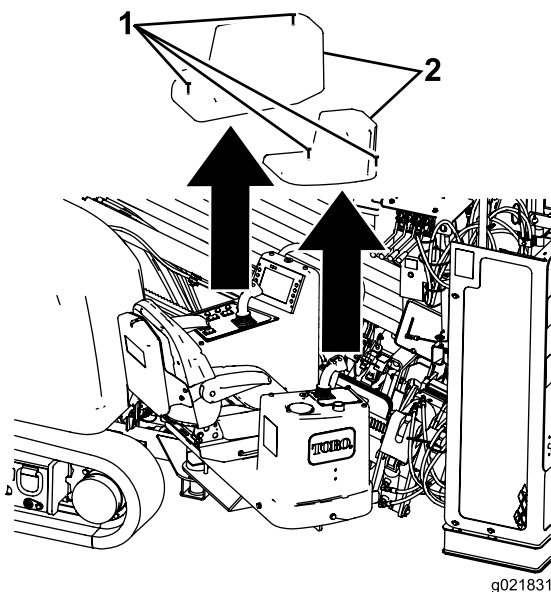

Figure 40
3. Desserrez les 4 vis qui fixent les couvercles sur les consoles de commande et déposez les couvercles (Figure 40).